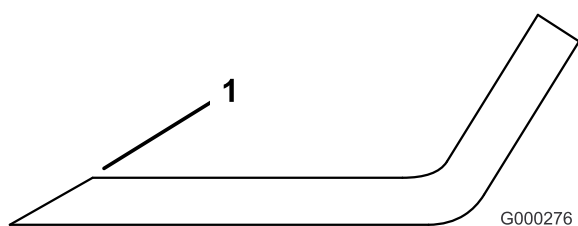

Figure 73
1. Au moyen d'une lime, aiguissez les tranchants aux deux extrémités de la lame (Figure 73). Veillez à conserver l'angle de coupe d'origine. Limez la même quantité de métal sur chacun des deux tranchants pour ne pas déséquilibrer la lame.